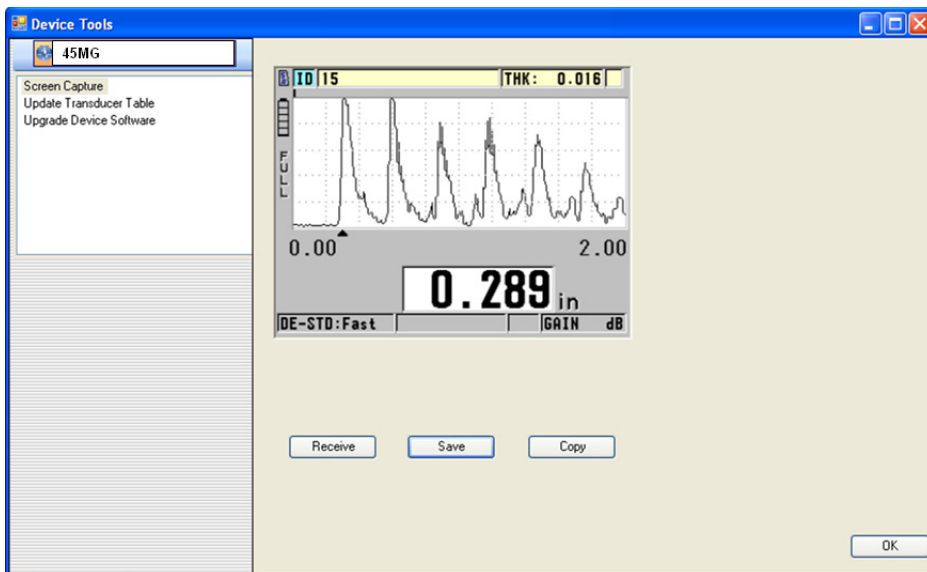

Рис. 11-5 Окно Device Tools с экранним снимком
- b) В окне **Device Tools** (см. Рис. 11-5 на стр. 205) выберите **Screen Capture** (Экранный снимок) и щелкните **Receive**. (Получить)